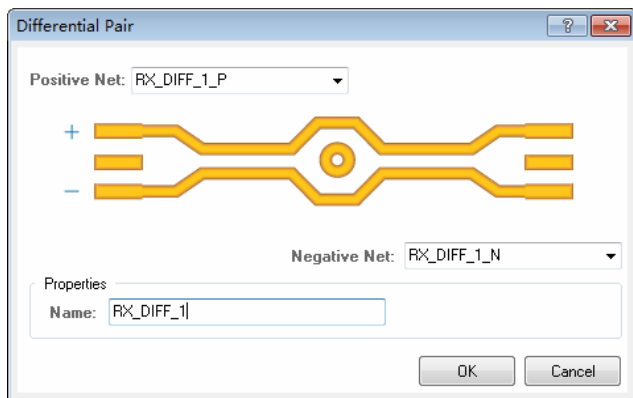

图 14-27 通过 Add 按钮创建差分对
(1) 打开随书电子资源中的 Differential_Pair.PrjPcb 工程，双击其中的 Differential_Pair. PcbDoc 文档进入 PCB 编辑环境。
(2) 打开 PCB 面板，进入差分对编辑器，单击 PCB 面板的 Add 按钮，打开差分对话框，如图 14-27 所示。